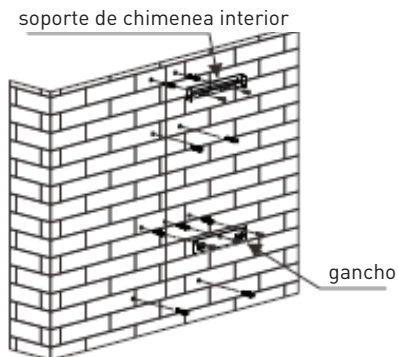

Imagen 2
3. Taladre 9 agujeros en un lugar adecuado una vez se haya fijado la altura de la instalación, y después inserte los tacos en los orificios. Utilice 5 tornillos ST4*40mm para fijar la campana y el soporte de chimenea interior a la pared. Preste atención a mantener el equilibrio horizontal de los orificios de instalación. Consulte la imagen 2.